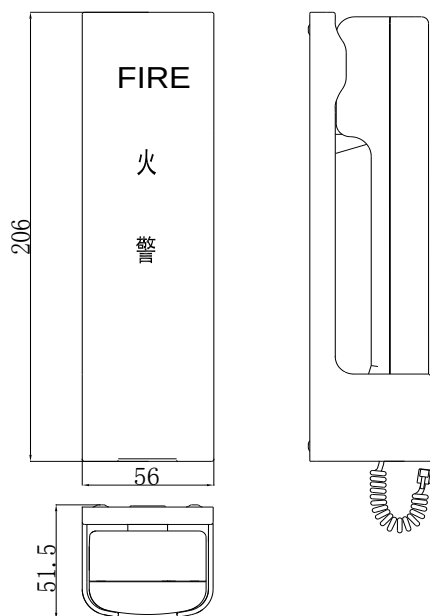

图 2 GST-TS-100A 外形示意图
2. GST-TS-100A 为固定式电话分机，它的外形示意图如图 2 所示。